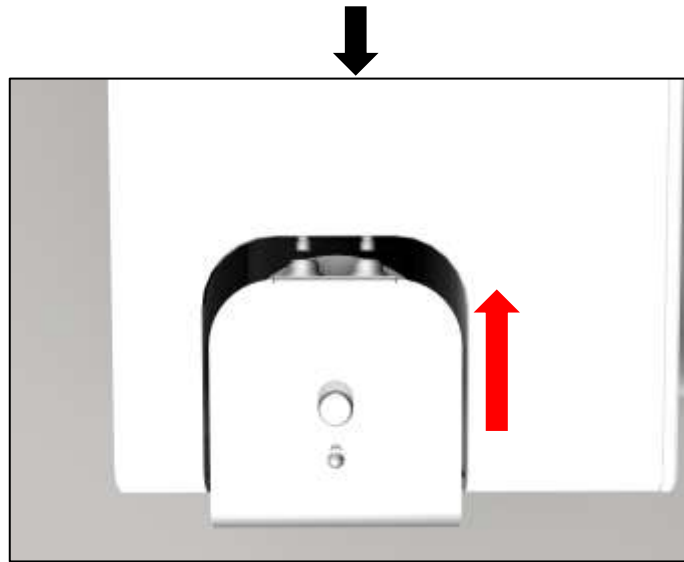

Fig. 5 : Demontering och montering av vätskebehållaren
3. Släpp först trycket genom att trycka på knappen ovanpå locket (11)tills väsandet inte längre hörs.
4. Håll frigöringsplattan i metallfliken och dra den framåt för att frigöra vätskebehållaren från enheten (se fig. 5).